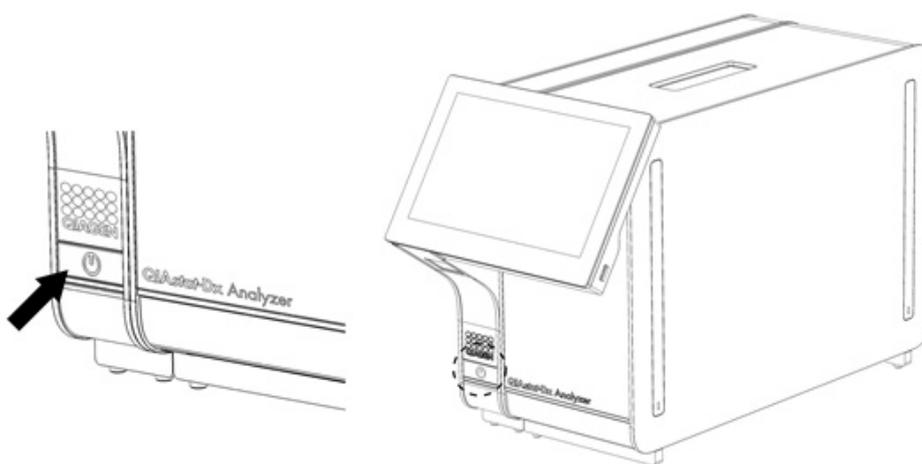

Figura 22 Pressionando o botão LIGAR/DESLIGAR para iniciar o instrumento.
1. Pressione o botão LIGAR/DESLIGAR na parte frontal do QIAstat-Dx Analyzer 1.0 para iniciar a unidade (Figura 22).